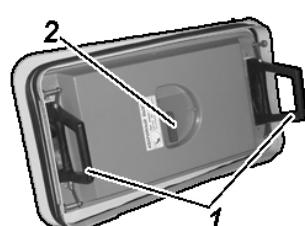

Рис. 3.29. Люк крыши:
Вытяжная вентиляция осуществляется через сдвижные форточки салона 4 (рис. 3.18), а также через люки крыши 1. На автобусах могут использоваться люки двух видов (рис. 3.29 и рис. 3.30). Для вентиляции салона люк открывается нажатием на ручки 1 снизу вверх (рис. 3.29, рис. 3.30).
- аварийные люки (рис. 3.29 или рис. 3.30). В крыше кузова имеются аварийно-вентиляционные люки. Предусмотрена возможность открывания люка как изнутри, так и снаружи. Для аварийного открывания необходимо сорвать прозрачную защитную пластину, повернуть аварийную ручку 2 (рис. 3.29) в направлении, указанном на инструкционной табличке, и вытолкнуть люк наружу. Аварийный люк (рис. 3.30) разбить при аварии, как написано на инструкционной табличке 2.